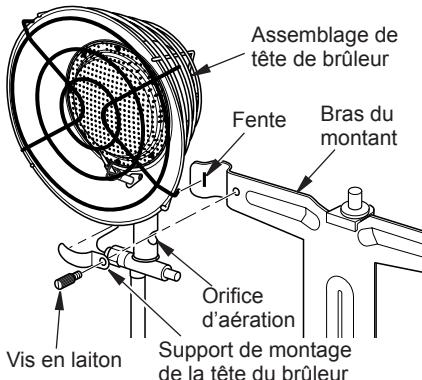

Figure 3 - Fixation de l'assemblage de la tête du brûleur au bras du montant
- Montez l'assemblage du brûleur sur le bras du montant en utilisant les supports de montage de la tête du brûleur et les vis de laiton comme l'illustre la figure 3. Insérez le bout du support dans la fente du bras. Fixez avec une vis. Vérifiez que les orifices d'aération sur les côtés de la tubulure du brûleur ne sont pas bouchés. Serrez fermement les brûleurs en place.